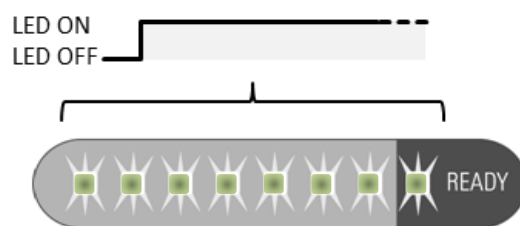

図 11 ステータスディスプレイの LED 表示
- (7) 充電サイクルが完了すると、可聴シグナル音が断続的に鳴ります。ステータスディスプレイの LED8 個すべてが緑色に点灯している場合、DC インパルスが使用可能であることを示しています。(図 11)